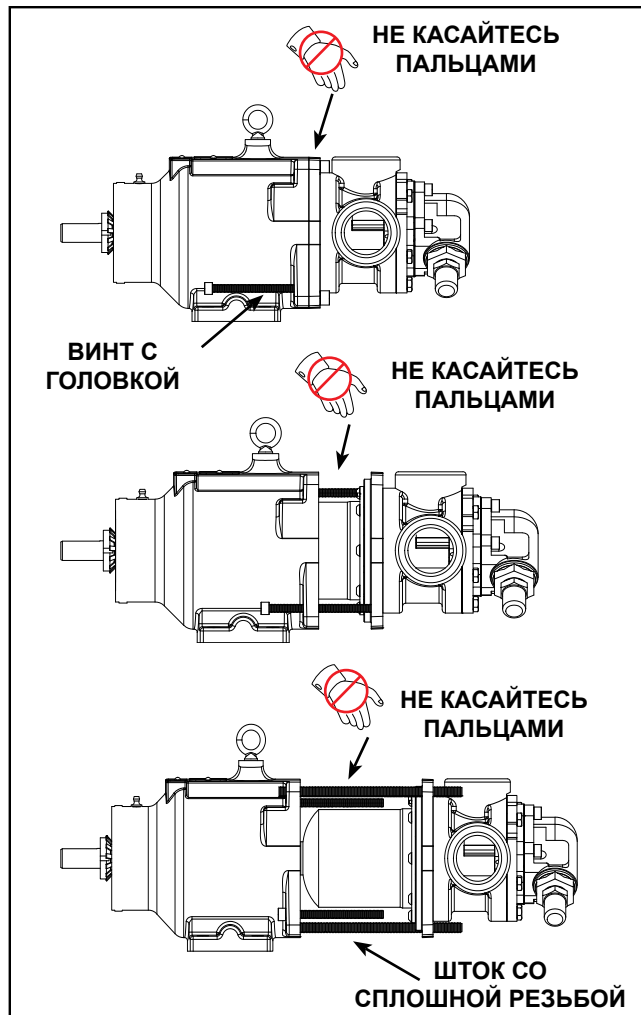

РИС. 7
3. Перед разборкой пометьте крышку (40) и корпус (31), чтобы в последующем произвести правильную сборку.
4. Для проверки узел крышки и штифта (39 и 40), а также узла промежуточной шестерни и втулки (37 и 38), удалите болты с головкой (43), крепящие крышку.
5. Снимите крышку насоса. Если перед началом демонтажа насоса из него не был произведен слив жидкости, как указано в п. 1, то жидкость может вытекать из образовавшегося зазора между крышкой и корпусом. Не допускайте соскальзывания промежуточной шестерни с его штифта, для чего при снятии крышки отклоните верх насоса назад. Не допускайте повреждения комплекта регулировочных прокладок крышки (63), т.к. все они необходимы для обеспечения требуемого торцевого зазора.
7. Удалите четыре болта с головкой (28), крепящих насос к станине, при необходимости поддерживая насос при помощи подвесной лебедки.
8. Используя зажимные винты (14), отсоедините внутренний магнит (57) от внешнего магнита (58), как показано на **Рис. 7**. Чтобы правильно поддерживать узлы станины и блок подшипников на одном уровне, а также в целях безопасности, рекомендуется воспользоваться двумя длинными стержнями со сплошной резьбой (размером $6-8^\circ = \sim 15-20$ см.), введя их в противоположные резьбовые отверстия под болты в станине и пропустив сквозь соответствующие отверстия в корпусе подшипников.
9. Осмотрите внешние магниты с торца кронштейна. Если требуется снять кронштейн, то отделите его от двигателя, сняв стопорную гайку (1), стопорную шайбу (2) и втулку внешней прокладки подшипника (4) с вала. Снимите узел внешнего магнита с кронштейна. Проверьте узел магнита на предмет повреждения или износа и, при необходимости, замените его. Если требуется дальнейшая разборка блока подшипников, см. ниже Раздел «Разборка и сборка блока подшипников».
10. Снимите болты с головкой (54) с контейнера (59). Если перед началом демонтажа насоса из него не был произведен слив жидкости, как указано в п. 1, то в контейнере может оказаться жидкость. Проявите